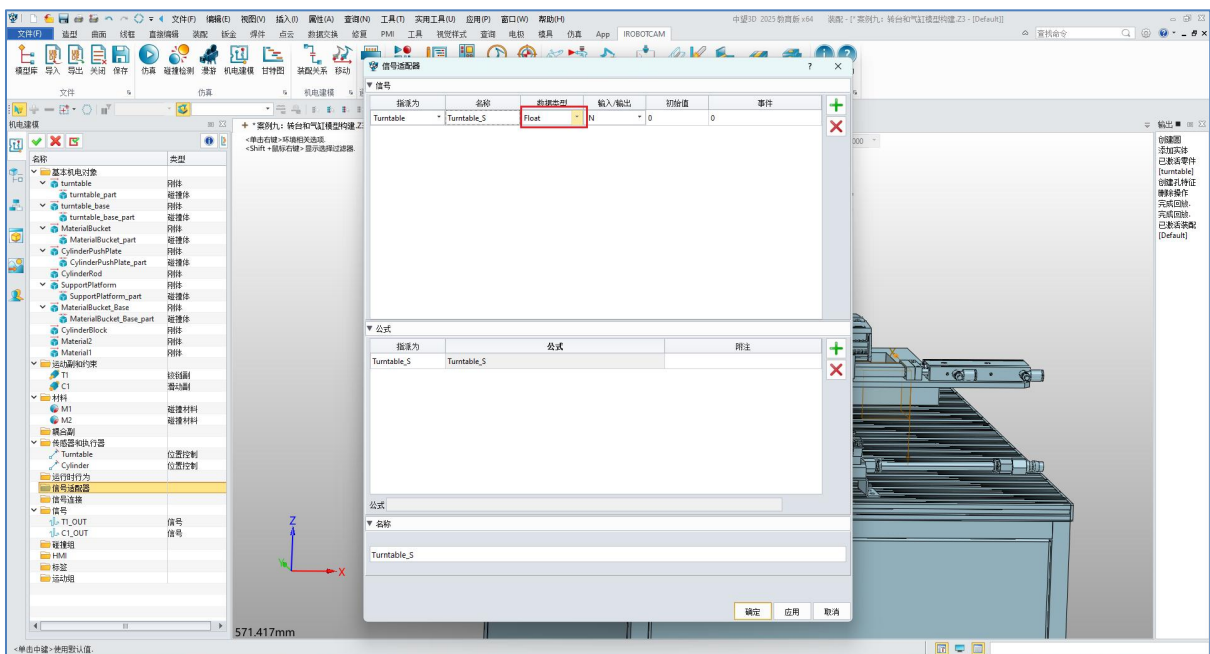

图 13-29: 转台和气缸的信号适配器
- 点击 "信号适配器" 窗口，右键选择 "添加信号适配器"。(图 13-29)